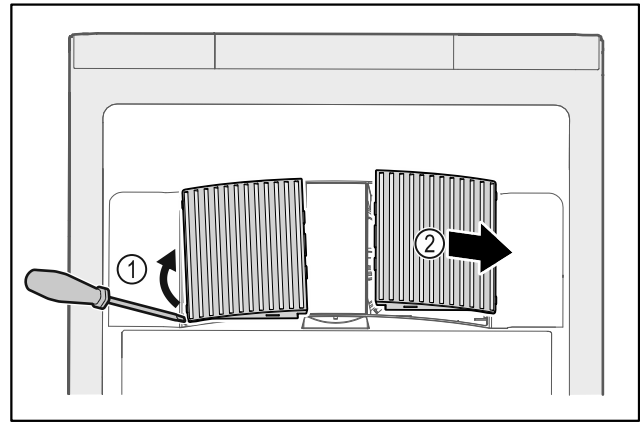

Fig. 171
- ▶ Lirk ut ventilatordekslene fra siden Fig. 171 (1), og ta dem ut forover Fig. 171 (2).